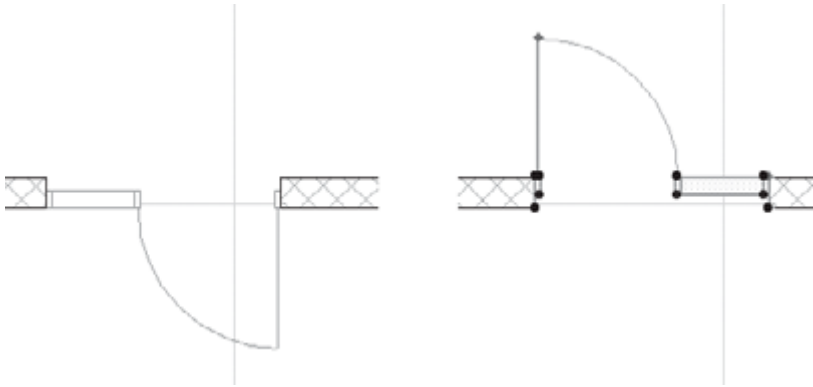

Рис. 8.4. Поворот двери
2. Нажмите кнопку палитры редактирования . Операция поворота двери завершена (рис. 8.4).